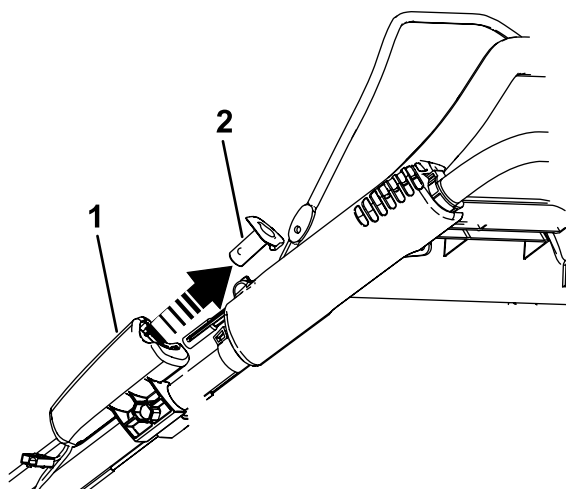

Figura 35
1. Retire el botón de arranque eléctrico como se muestra en Figura 35 (modelo de arranque eléctrico solamente).